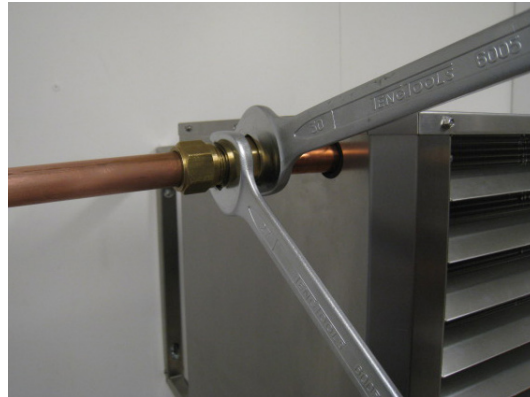

Bild 8
7. Om klämringskopplingar monteras, kontrollera att de uppfyller tryck och temperatur för värmebäraren. Vid åtdragning av klämringskopplingar skall dessa hållas fast, så att vridkraft ej överförs till värmefläktens in- och utloppsrör se bild 8.